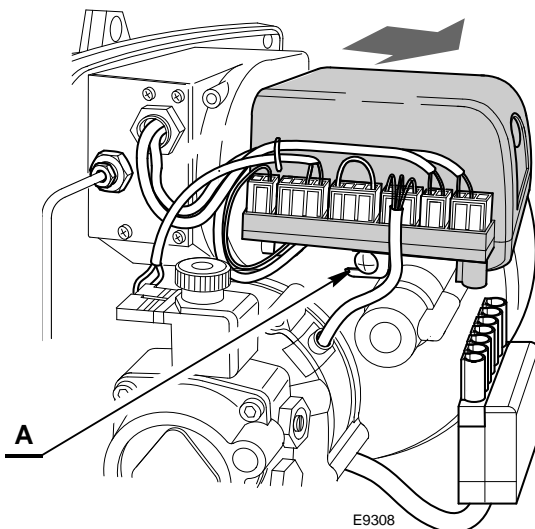

Abb. 14
Bei den Zweirohr-Unterdruckanlagen (Abb. 14) empfehlen wir, die Ölrücklaufleitung in gleicher Höhe wie die Saugleitung im Tank enden zu lassen. Es kann auf ein Fußventil in der Saugleitung verzichtet werden.
- stecken Sie zuerst alle Komponenten ab, lockern Sie die Schraube A) (Abb. 14) und drehen Sie sie in Pfeilrichtung.